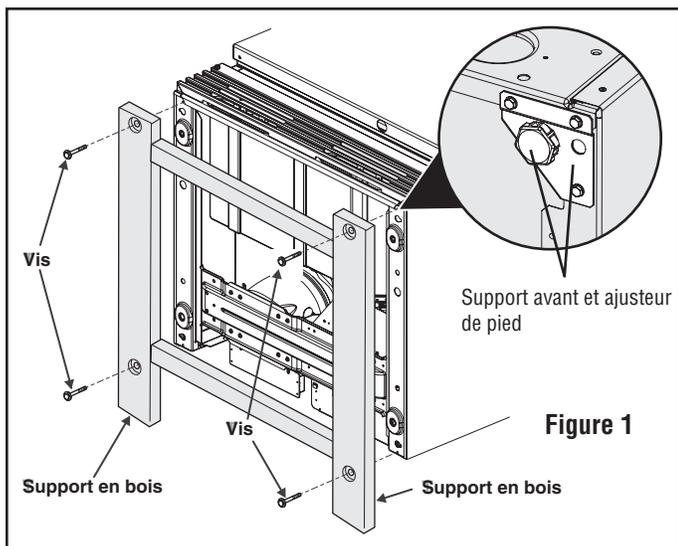
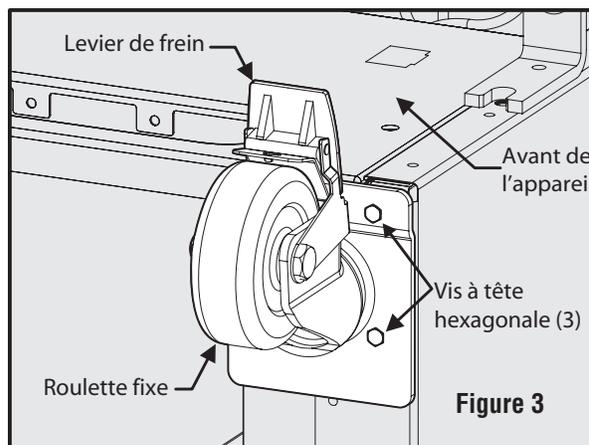

Figure 1
Figure 3
4. Retirez et jetez les quatre vis qui maintiennent le support en bois situé au bas de l'appareil à l'aide d'une clé à douille de 3/8 po. Reportez-vous à la figure 1. Jeter le sabot en bois et les vis.
5. Enlevez et jetez les deux supports avant munis de pieds de mise à niveau à l'aide d'une clé à douille de 5/16 po. Reportez-vous à la figure 1.
1. Placez et alignez les roulettes fixes (avec le levier de frein face à l'avant de l'appareil - reportez-vous à la figure 3) sur les mêmes trous de montage que le support de la figure 1 à l'aide de six vis à tête hexagonale (3 pour chaque roulette). Serrez solidement les boulons à l'aide d'une clé à douille de 3/8 po. Répétez la procédure pour le coin opposé. **NE SERREZ PAS TROP.**